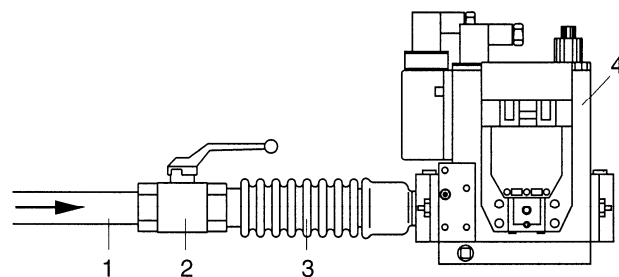

Fig. 2
Il collegamento alla tubazione di alimentazione del gas deve avere dimensioni opportune e corrispondenti al tipo di impianto da realizzarsi e deve essere eseguito disponendo la "rampa gas" come indicato in Fig. 2: il tubo gas (1), il rubinetto di intercettazione (2) ed il giunto antivibrante (3) non sono forniti con il generatore e devono essere predisposti a cura dell'installatore collegandoli al gruppo valvole gas (4) fornito con il generatore d'aria calda.
- Collegare un manometro alla presa di pressione a monte (4) del gruppo valvole (Fig. 2);